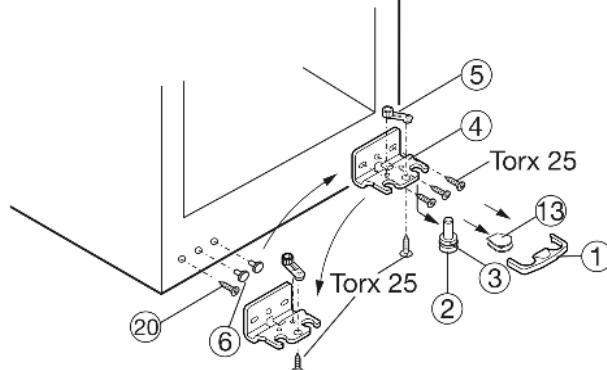

Fig. 4
- Предохранитель Fig. 4 (1) снимите движением вперед.
- Снимите крышку Fig. 4 (13).*
- Вытяните опорный палец Fig. 4 (2) вниз и вперёд. При этом следите за гнездом шарнира Fig. 4 (3).
► Открутите опорный кронштейн Fig. 4 (4).
► Открутите опорную деталь Fig. 4 (5) и, переставив в отверстие на противоположной стороне опорного кронштейна, снова прикрутите.
- ▶ Снимите и снова установите пробку Fig. 4 (6) на противоположную сторону со стороны ручки.
- ▶ Выкрутите болт Fig. 4 (20) и вкрутите на противоположной стороне.
- ▶ Снова прикрутите опорный кронштейн Fig. 4 (4) на новой стороне шарнира (**с моментом 4 Нм**). При необходимости используйте аккумуляторный шуруповерт.
- ▶ Снова слегка наклоните устройство назад и снова установите опорный палец Fig. 4 (2) с гнездом шарнира Fig. 4 (3). Зазубрина на опорном пальце должна быть расположена спереди.
- ▶ Установите крышку Fig. 4 (13) на противоположной стороне.*
- ▶ Предохранитель (1) нужно зафиксировать сбоку на кронштейне, чтобы опорный палец и двери были защищены от выпадения.
- ▶ Снова защелкните предохранитель (1) на опорном кронштейне.
- ▶ При необходимости выровняйте дверцы через два продольных паза в опорном кронштейне Fig. 4 (4) параллельно корпусу устройства. Для этого выкрутите средний винт.